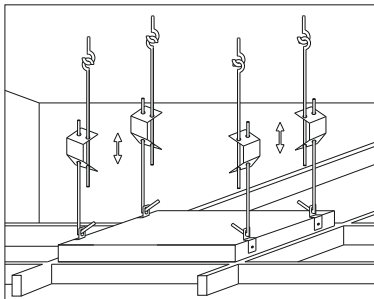

Рисунок 1
- установить светильник в ячейку потолка размером 600×600 мм и закрепить его на подвесах через отверстия в кронштейнах (рисунок 1);